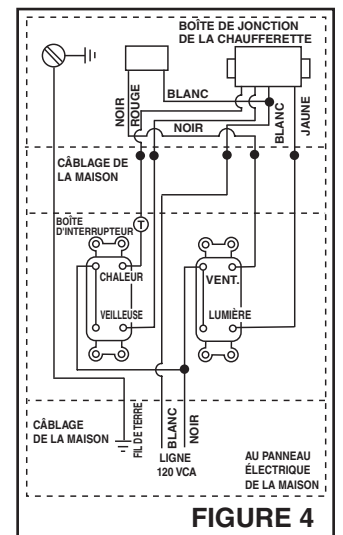

FIGURE 4
Refer to Figure 4.
3. When a thermostat or timer switch is used, connect at point marked "T" on Figure 4.
Consultez la figure 4.
3. Lorsqu'un thermostat ou une minuterie est utilisé, connectez-le à la borne marquée « T », tel qu'indiqué à la figure 4.